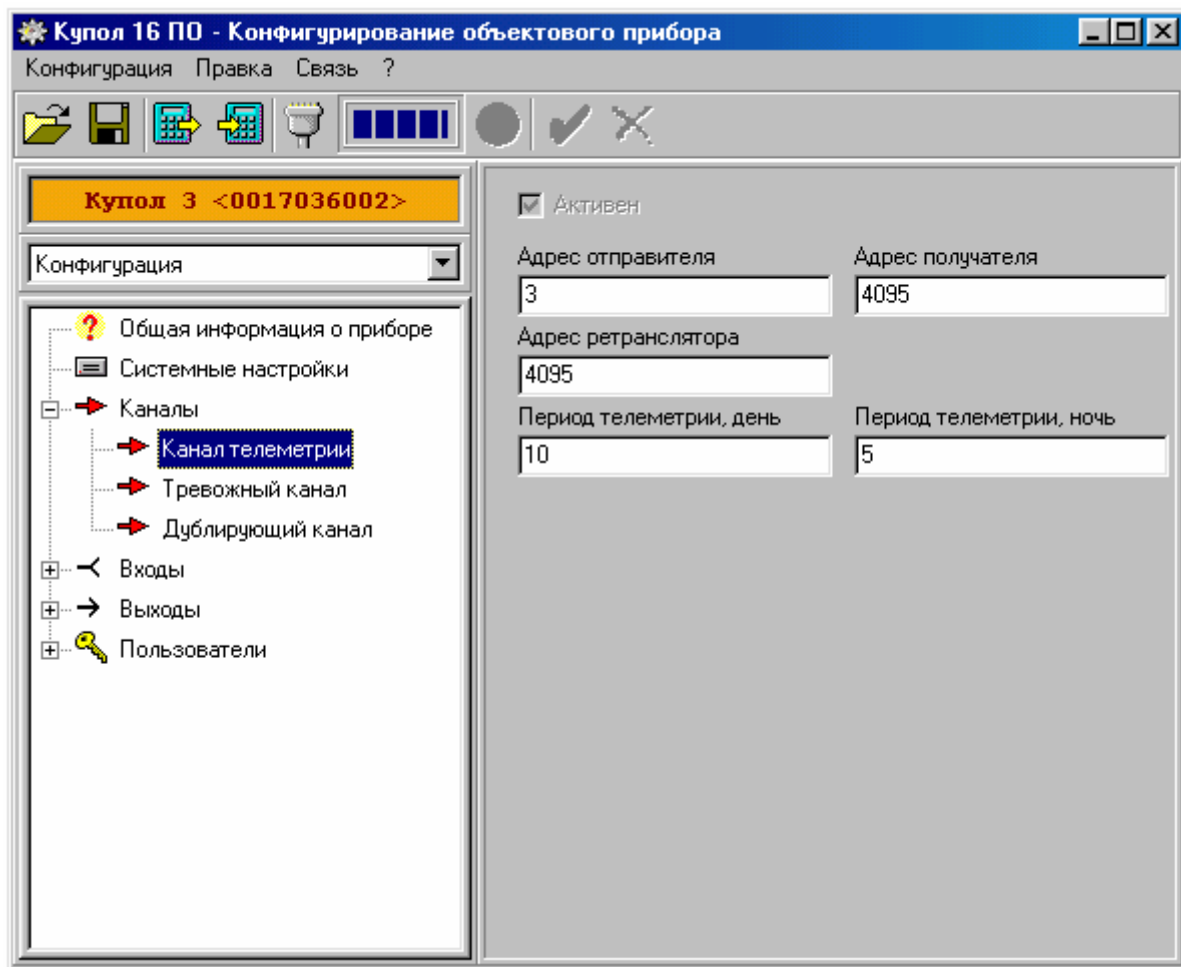

Рис. 10.12. Типовое окно программирования канала телеметрии.
10.2.6.2 Для программирование параметров охранных каналов в дереве конфигурируемых параметров выберете соответствующий канал и измените требуемые параметры. Типовое окно программы конфигурирования объектового прибора при программирование канала телеметрии показано на рис.10.12.